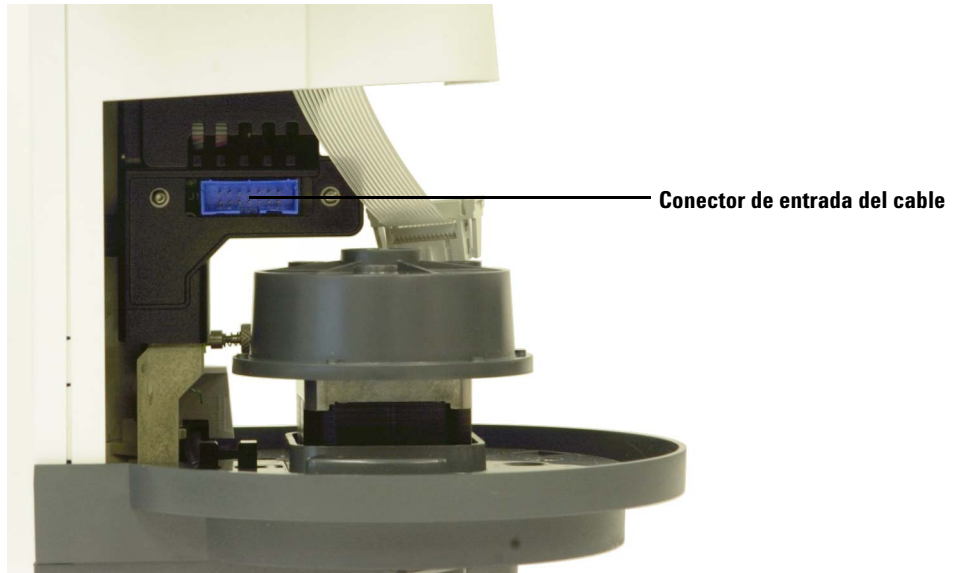

Figura 106 Acceso al conector de entrada del cable
- 13** Deslice el conjunto del soporte de la jeringa hasta abajo de manera que pueda acceder al conector de entrada del cable en el mecanismo por debajo de la carcasa de la torre (Figura 106).